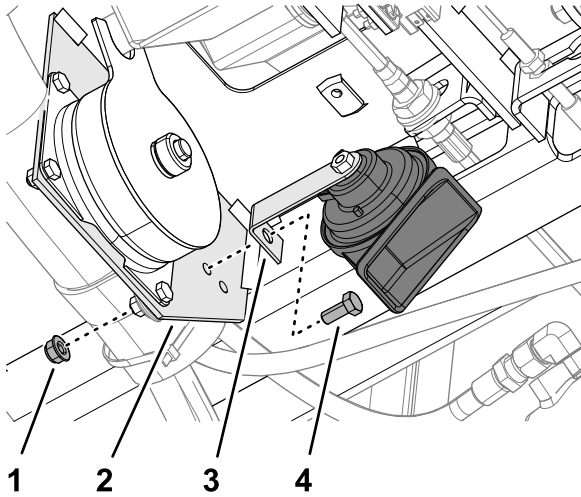

Figura 10
1. Monte el soporte del claxon en la chapa del embrague (Figura 10) con un tornillo de caperuza (5/16" x 3/4") y una contratuerca con arandela prensada (5/16").